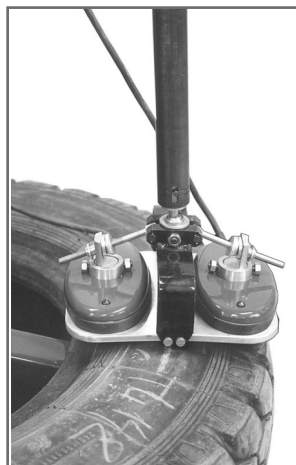

рис. 23
- Наладку и установку вулканизатора на шину произвести так же, как при ремонте беговой дорожки шин внедорожной техники (рис. 23).